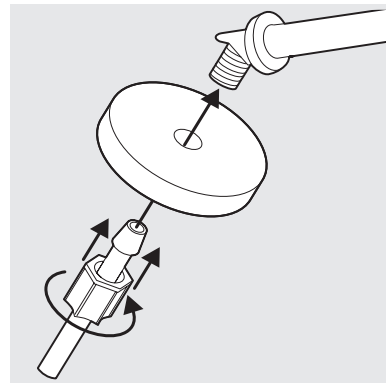

figure 5
9. Poussez le joint du tube sur le filetage (figure 5). Poussez la conduite d'alimentation en eau de plastique dans le tube d'entrée d'eau aussi loin que possible et serrez à la main l'écrou à compression en nylon dans l'extrémité fileté du tube d'entrée d'eau. Serrez d'encore ½ tour avec une clé. NE serrez PAS plus que nécessaire.